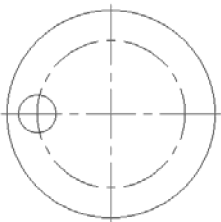

图 4-33 绘制左边阵列基准圆
3) 改变线型, 绘制左边阵列基准圆, 如图 4-33 所示。